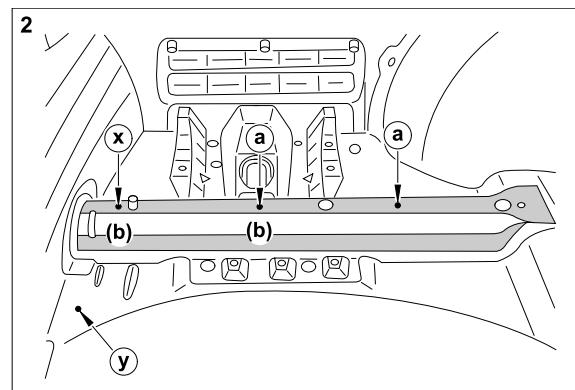

Bild 2: Bohrungen Gepäckraum links
- 5.) Im Gepäckraumboden zwischen Längsträger links und Reserveradmulde bei Körnerpunkt Loch  $\varnothing$  entsprechend Kabeltülle für Kabeldurchführung bohren ("y"); siehe Bild 2.